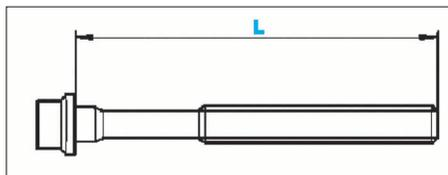

FIG. 3
Vis à empreinte Torx male au nombre de 10. Longueur sous tête (L) (Fig.3) :